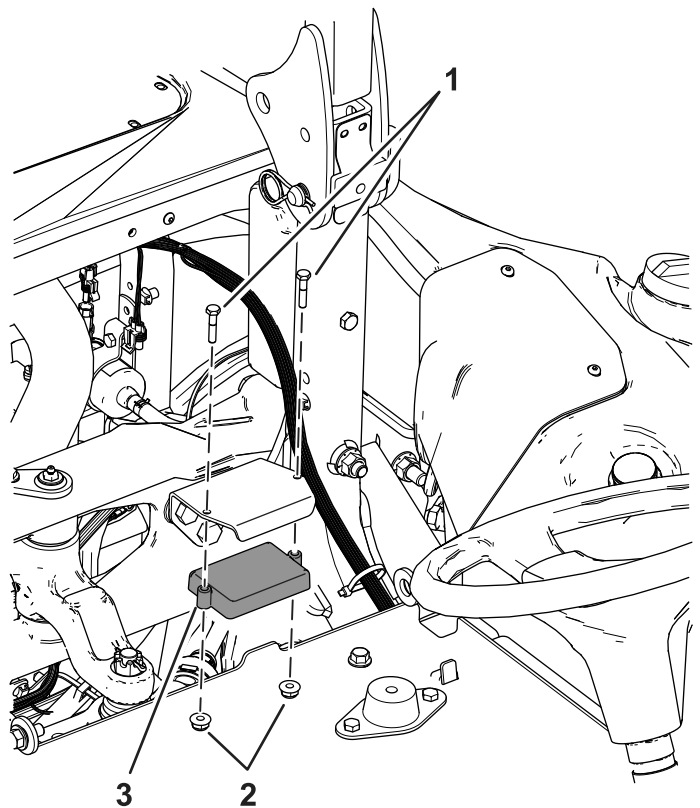

Figura 4
5. Instale el sensor en el soporte del sensor con 2 pernos ($\frac{1}{4}$ " x $1\frac{1}{4}$ ") y 2 tuercas ($\frac{1}{4}$ "); consulte la Figura 4.